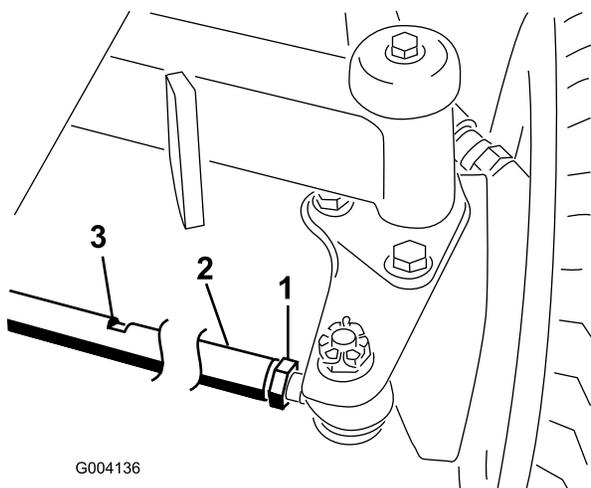

Bild 70
2. Lösen Sie die Klemmmutter an jedem Ende der Zugstange (Bild 70).